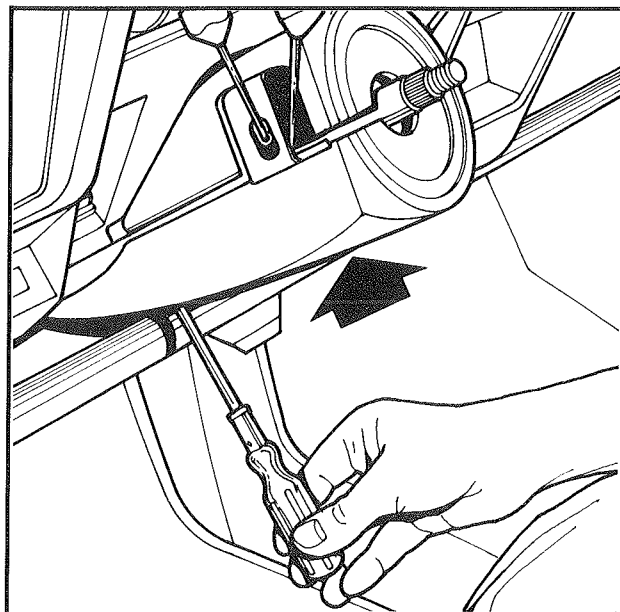

Fig. 1
- Déposer la vis d'assemblage des coquilles de combinateur puis les deux vis inférieures (fig. 1) et déposer la coquille inférieure.